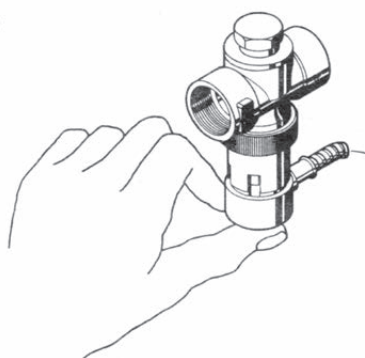

Fig.13 Dispositivo di scarico di termoprotezione
- Premere il cappuccio rosso contro la valvola (Fig. 13) > l'acqua deve fuoriuscire nell'imbuto.